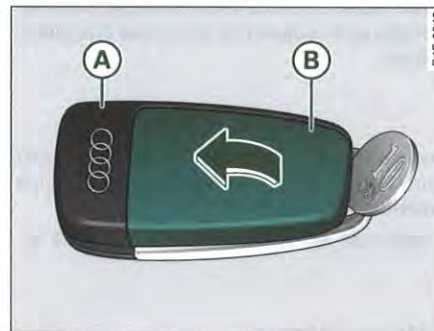

Fig. 46 Clé principale : ouverture du boîtier
- Séparez la partie clé ⇒ fig. 46 (A) du couvercle (B) **avec précaution** à l'aide d'une pièce de monnaie en faisant lever.